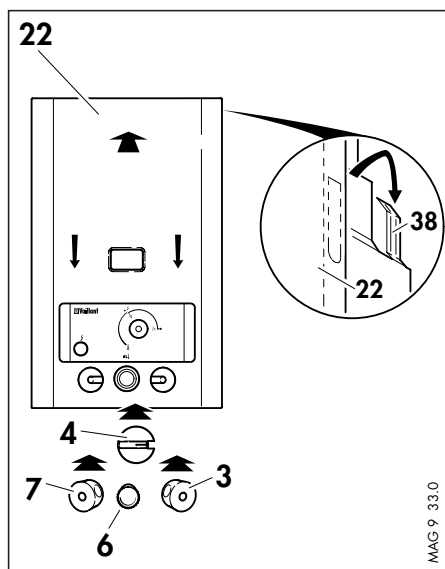

Fig. 7.2
- Sett på dekslet (22) ovenfra og ned i glidesporene (38) fig. 7.2.